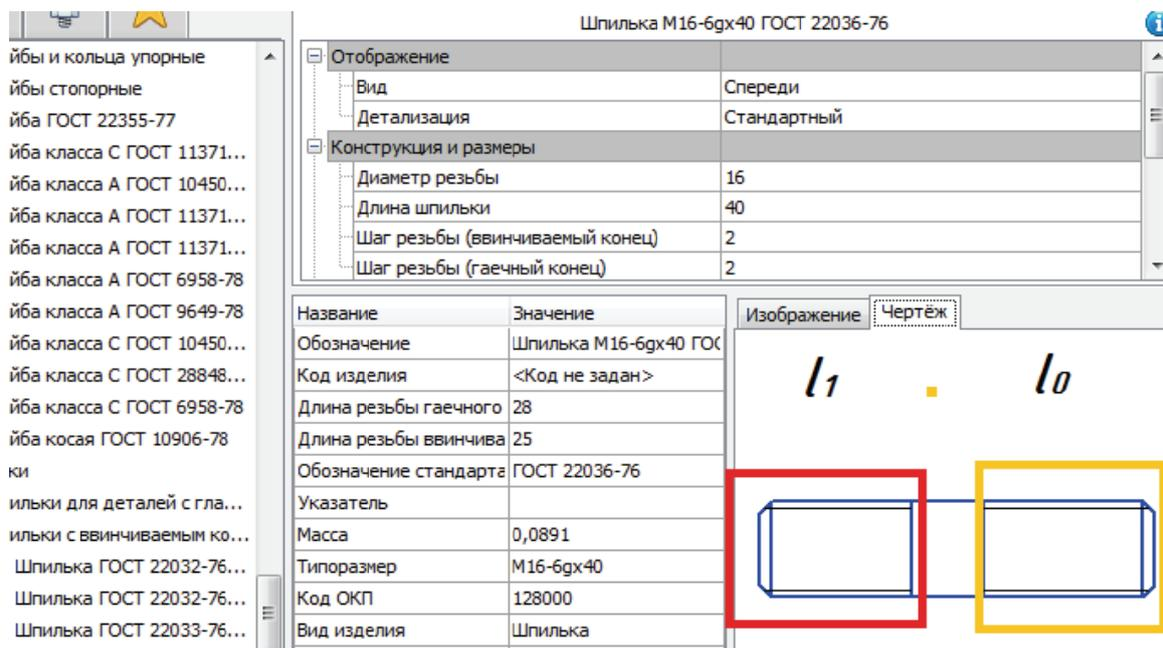

Рис. 5.13
• В библиотеке Стандартных изделий выбрать шпильку с ввинчиваемым концом, например М16×40 ГОСТ 22036-76 (исп. 1), шаг резьбы = 2 мм (рис. 5.13).